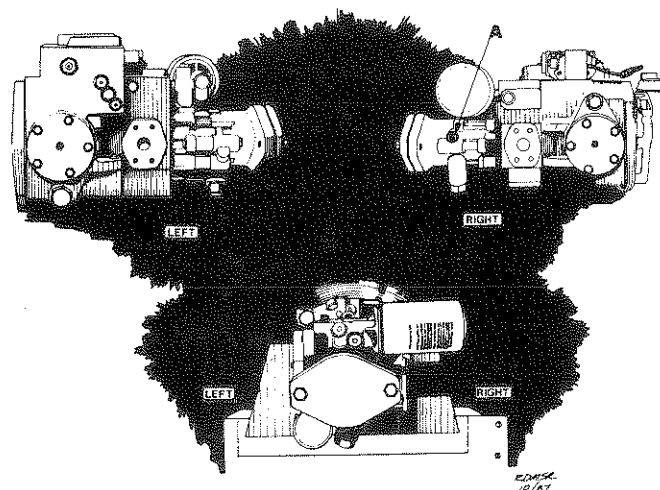

Fig. 52
2. Enlever le capuchon JIC de l'orifice 'A' de la gauge de tension; voir Fig. 52.